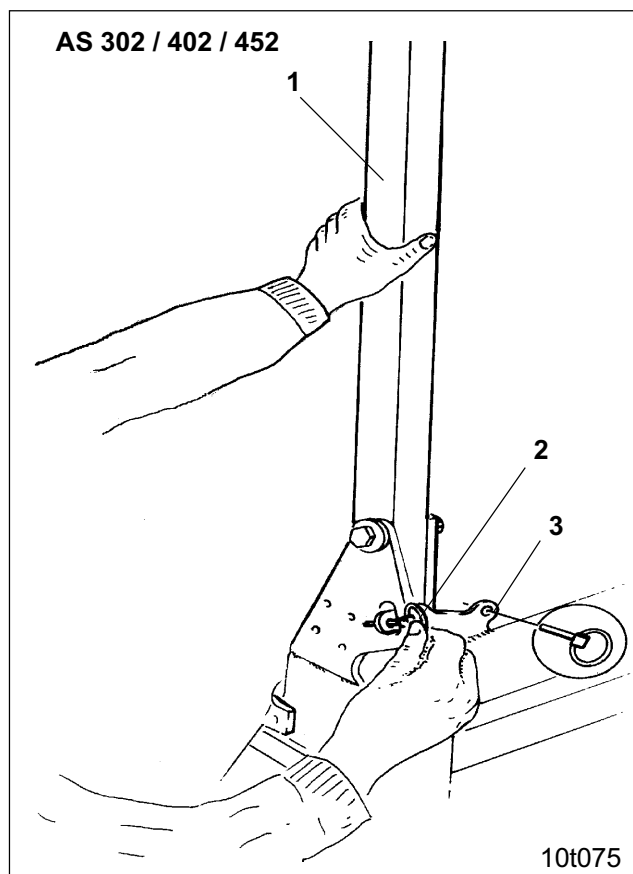
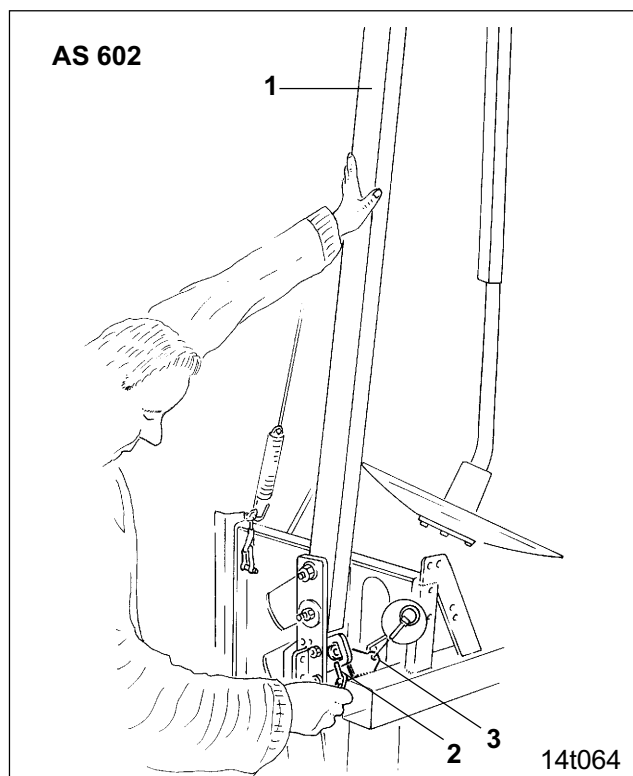

Fig. 24.10
Fig. 24.11
- Крепко держите выносной кронштейн маркера (Рис. 24.10/1) и извлеките фиксирующий палец с пружинной защелкой (Рис. 24.10/2) (необходим для транспортировки);
- Фиксирующий палец с пружинной защелкой (Рис. 24.10/2), если он не будет использоваться, установите в накладку (Рис. 24.10/3).
- Крепко держите выносной кронштейн маркера (Рис. 24.11/1) и извлеките фиксирующий палец с пружинной защелкой (Рис. 24.11/2) (необходим для транспортировки);
- Фиксирующий палец с пружинной защелкой (Рис. 24.11/2), если он не будет использоваться, установите в накладку (Рис. 24.11/3).
После снятия фиксирующего пальца с пружинной защелкой (Рис. 24.10 и Рис. 24.11) кронштейн маркера немного отклоняется в сторону.
Перед транспортировкой по общественным и необщественным, улицам и дорогам, маркеры необходимо крепить от непредвиденного опускания при помощи фиксирующих пальцев с пружинной защелкой (Рис. 24.10 и Рис. 24.11).